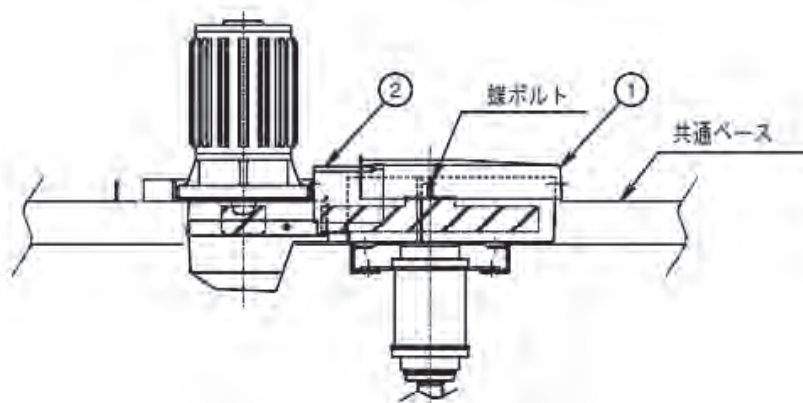

図 11-4 ベルトカバー組立図
- a. 図 11-4 のベルトカバー①を外してください。
- b. 次に、図 11-4 のベルトカバー②を外してください。
- j. 図 11-4 の②及び①の順にベルトカバーをセットしてください。